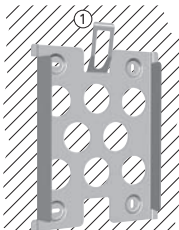

Figura 22
- La piastra di montaggio deve essere appoggiata in piano alla superficie di montaggio, le strisce di lamiera laterali devono essere rivolte in avanti (Figura 22).
- Montare la piastra di montaggio in verticale con la lamiera di fissaggio ① rivolta verso l'alto (Figura 22).